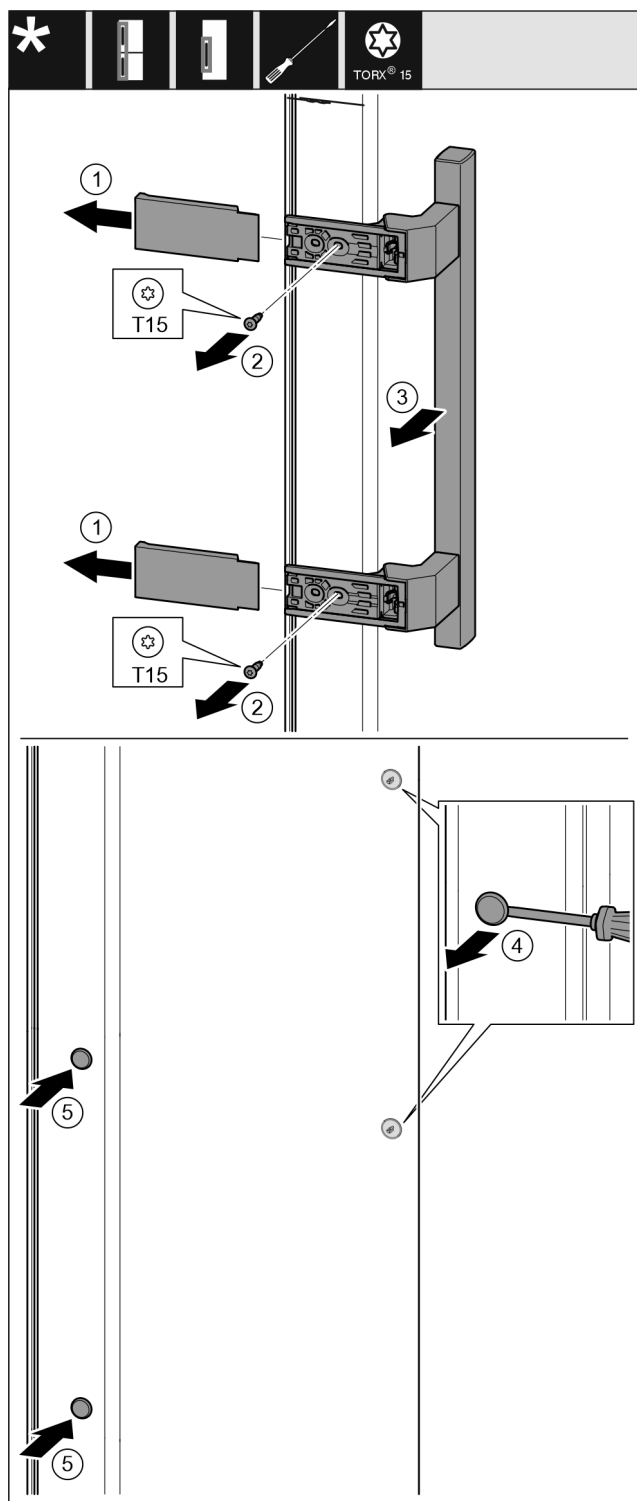

Fig. 10
- ▶ Snemite pokrov. Fig. 10 (1)
- ▶ Vijake odvijte z izvijačem Torx 15. Fig. 10 (2)
- ▶ Snemite ročaj. Fig. 10 (3)
- ▶ S ploščatim izvijačem previdno dvignite stranski čep in ga izvlecite. Fig. 10 (4)
- ▶ Čep ponovno vstavite na drugi strani. Fig. 10 (5)